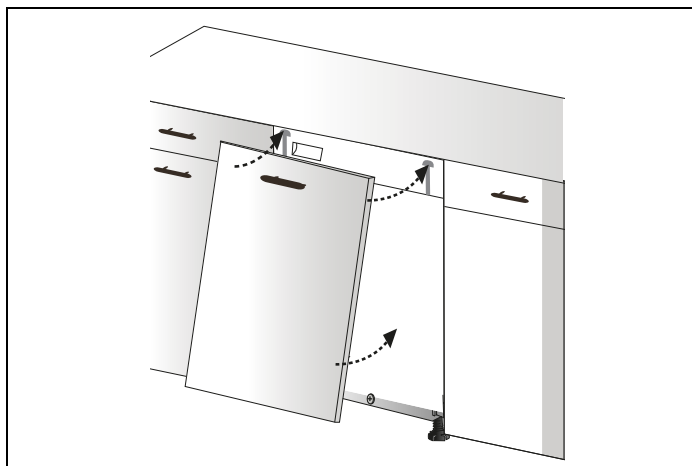

Fig. 27
- 7) Los plásticos de montaje situados en la puerta de madera están equipados con el lavavajillas correspondiente a las descargas situadas en el panel de control y se montan como se muestra en la Fig. 27 .